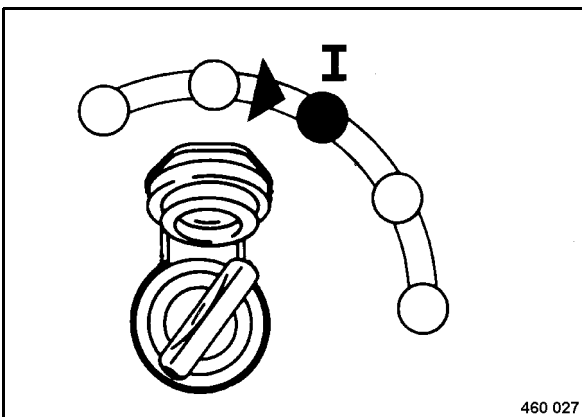

Fig. 52
- Girar la llave de encendido (Fig. 52) a posición "I".